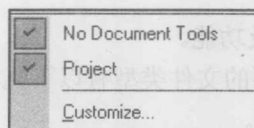

图 1-8 “Toolbars” 菜单子项
1) “Toolbars”: 控制工具栏的显示与隐藏，它包含如图 1-8 所示的子项。